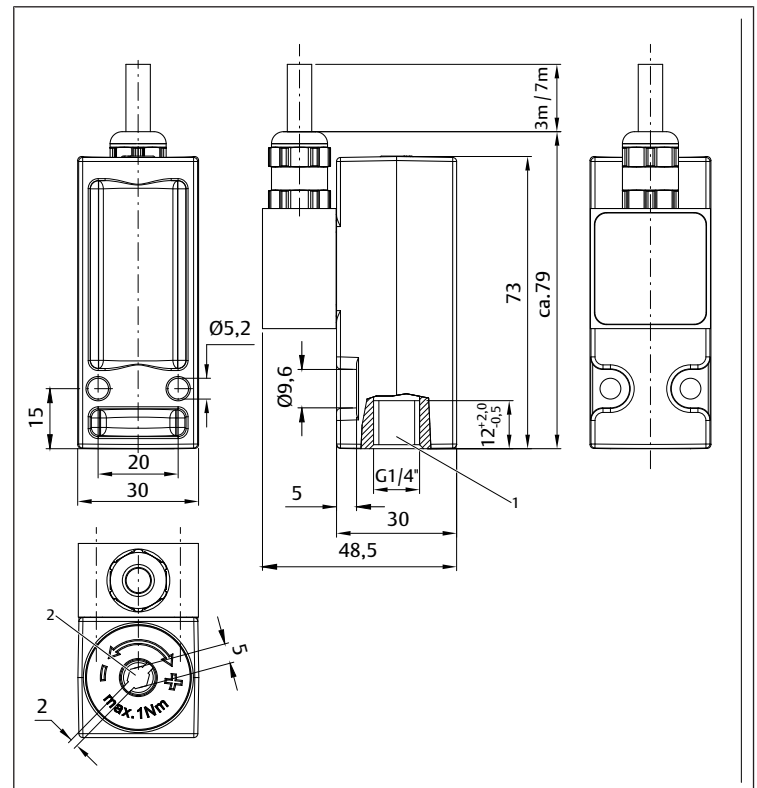

Fig. 2: Conexión neumática con rosca interior G1/4
- Conexión G1/4: $M_A = 12^{+1}$ Nm (véase → Fig. 2)